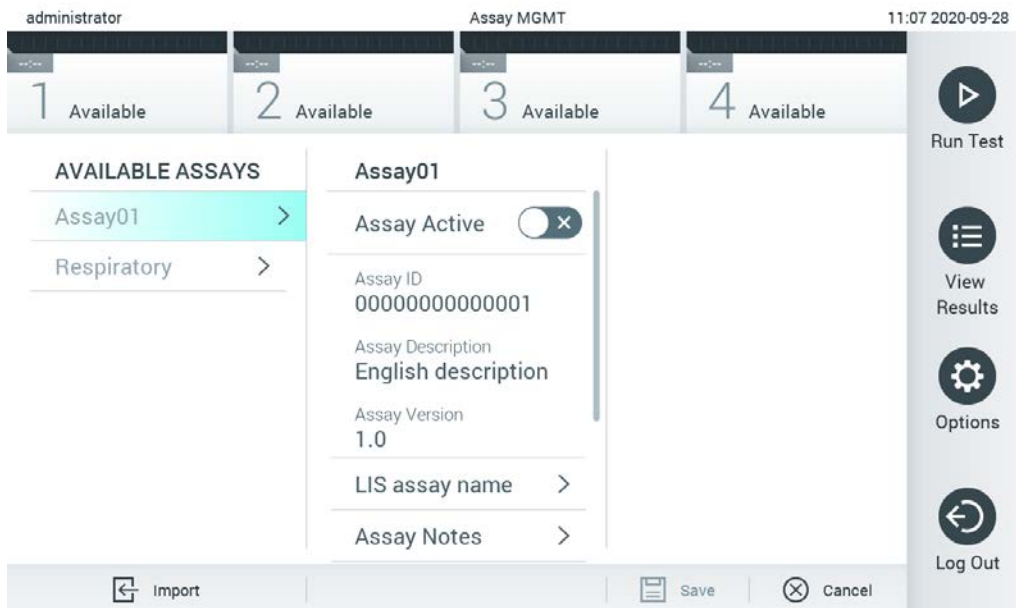

Figura 66. Ecranul Assay management (Gestionarea testelor).
2. Pentru importul testelor noi în QIAstat-Dx Analyzer 1.0, apăsați butonul **Options** (Opțiuni), apoi butonul **Assay Management** (Gestionarea testelor). Ecranul **Assay Management** (Gestionare a testelor) apare în zona de conținut a afișajului (Figura 66, pagina următoare).